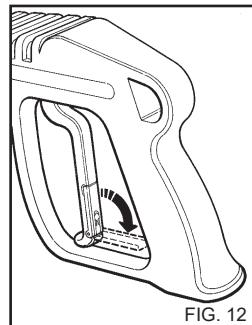

FIG. 12
- Когда мойка не используется, закройте предохранительный устройство, расположенное на ручке (fig.12).